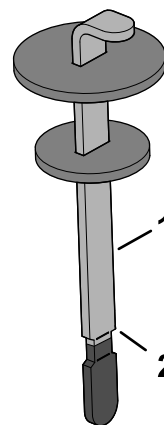

图 180
4. 从加油颈中取出量油尺用干净的抹布擦拭。将量油尺插入加油颈然后再取出检查液位。液压油位应达到量油尺上的标记 图 180。